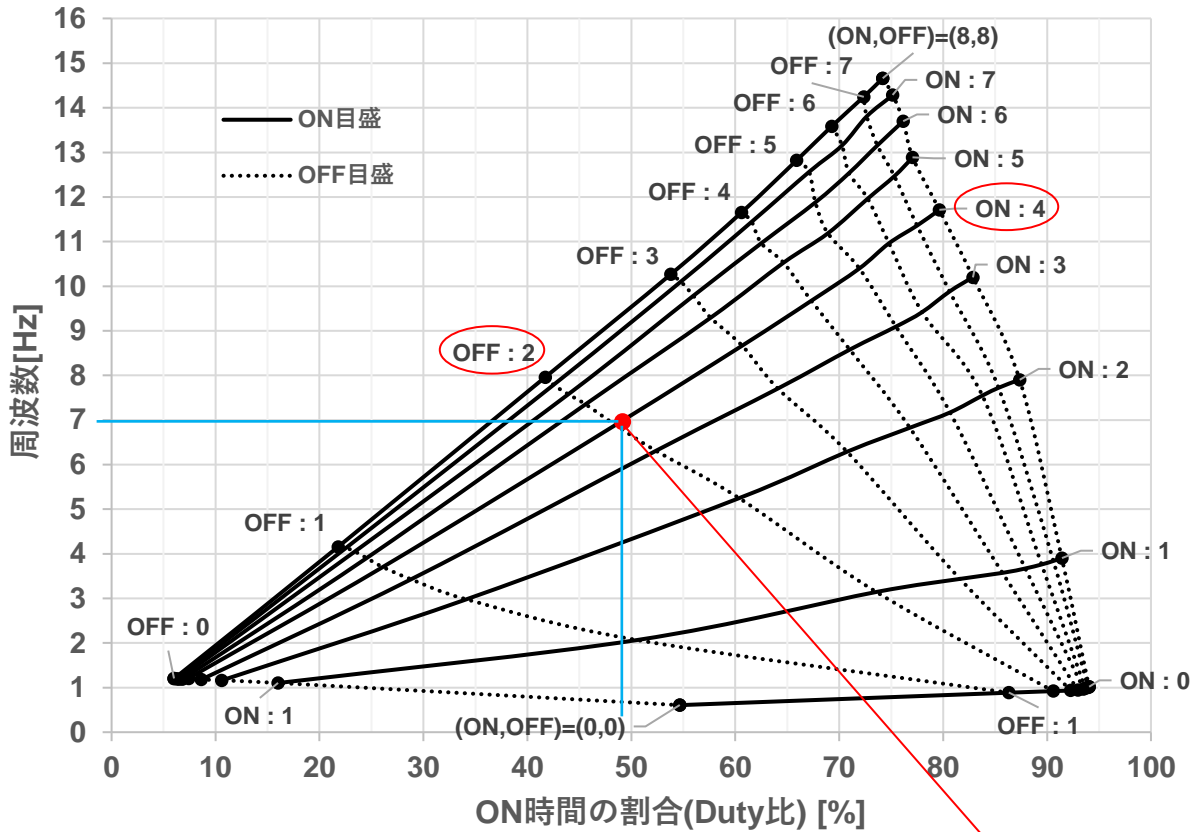

図5. 調整ニードルと周波数、ON 時間の割合の関係
既存の設備で使用しているエアブロー用バルブとノズルの間に本製品を設置することで電気配線の必要なく連続ブローエアをパルスブロー化することが可能です。調整ニードルにより、パルスブローの ON/OFF 時間(周波数)を個別に調整することが可能です。表 2 および図 5 を目安に、調整ニードルの数値を調整してください。
目盛の表示は、設定時の目安としてご利用ください。目盛の表示が周波数や ON/OFF 時間の長さを直接的に表すものではありません。また、配管条件や供給圧力および個体差などによって周波数や ON 時間、OFF 時間は変化します。図 5 に示す特性は参考値としてご利用ください。
※図5に示す特性は目安であり、保証値ではありません。
- 2) 空気消費量を削減するためには、図5におけるON時間の割合が小さくなるように目盛を設定すると効果的です。(OFF目盛を小さく、ON目盛を大きく設定)